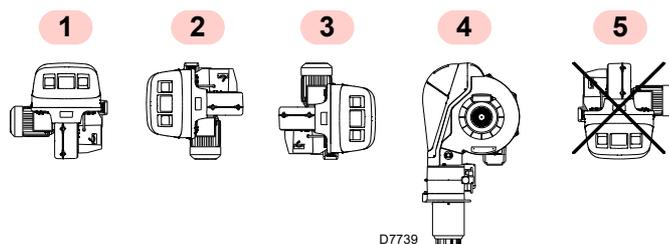

Fig. 13
- El quemador está preparado exclusivamente para funcionar en las posiciones **1, 2, 3 y 4** (Fig. 13).